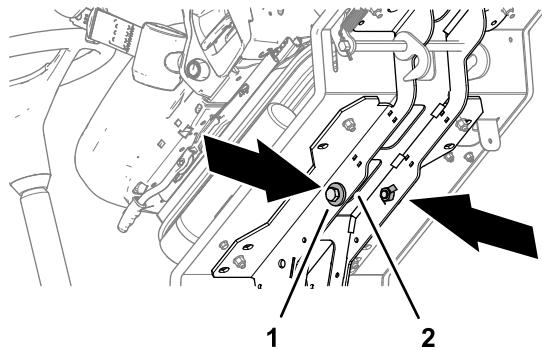

Figura 31
4. Rimuovete i 2 bulloni da 12 x 40 mm e le 2 rondelle da 12 mm che si trovano nelle guide di sostegno della pedana (Figura 31).